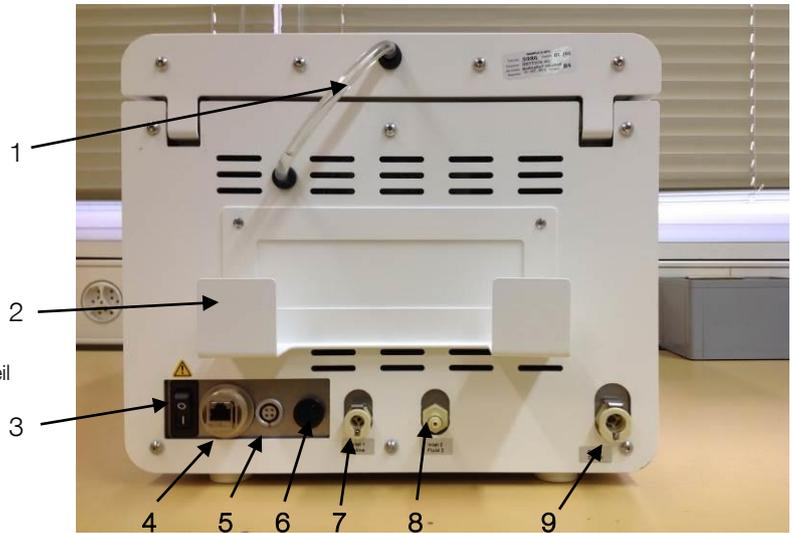

Fig. 7.1
Placer le bloc d'alimentation dans son support situé à l'arrière (voir fig. 7.1, pos. 2) et brancher la fiche dans la prise de courant continu (fig. 7.1, pos. 5). Brancher le câble d'alimentation fourni sur le bloc d'alimentation, puis le brancher sur la prise de courant.
Raccorder le tuyau de remplissage à l'entrée 1 (fig. 7.1, pos. 7) à l'arrière et plonger l'autre extrémité du tuyau avec le tube d'aspiration dans le récipient contenant la solution saline.
Si l'appareil possède l'entrée 2 en option, raccorder le tuyau de remplissage 2 à l'entrée 2 arrière (fig. 7.1, pos. 8) et plonger l'autre extrémité du tuyau avec le tube d'aspiration dans le réservoir de solution de fluide 2.
Raccorder le raccord du tuyau d'évacuation à la sortie arrière (fig. 7.1, pos. 9) et fixer l'autre extrémité du tuyau au récipient à déchets spéciaux.
Enclencher l'interrupteur (fig. 7.1, pos. 3) (ON). Le processus de démarrage prend environ une minute.